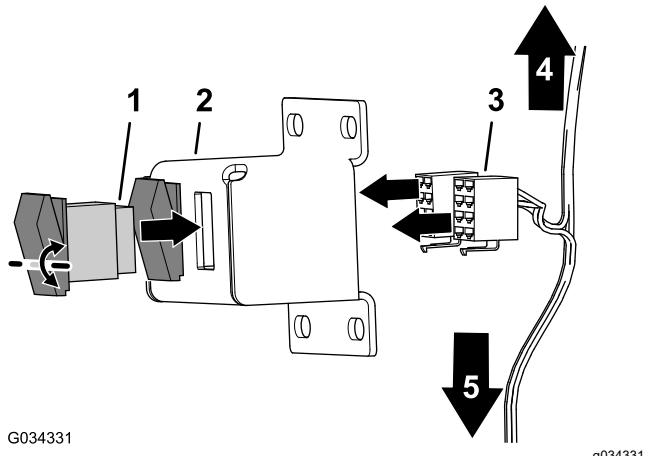

Figura 2
1. Allineate l'interruttore a bilanciere con l'apertura nella staffa dell'interruttore (Figura 2).
2. Inserite l'interruttore nell'apertura fino a quando il fermo sull'interruttore non scatta saldamente in posizione (Figura 2).
4. Collegate i connettori a 8 prese del cablaggio preassemblato ai connettori a 8 pin degli interruttori a bilanciere (Figura 2).